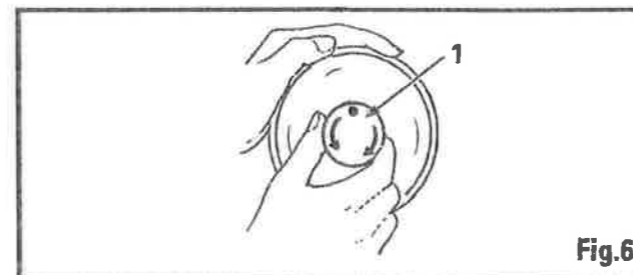

Fig.6.
1. Schalten Sie die Nadelbewegung durch Lösen des Abschaltades (1), Fig. 6 ab. Halten Sie das Handrad mit der linken Hand fest und drehen Sie das Abschaltad mit der rechten Hand zu sich.
1. Stop motion of needle by loosening stop-motion screw (1), Fig.6. Hold hand wheel with left hand and turn stop-motion screw toward you with right hand.
- 1- Empêcher tout mouvement de l'aiguille en desserrant la vis de l'embrayage (1) voir fig.6.
1. Detenga el movimiento de la aguja al aflojar el tornillo de paro (1), Fig. 6. Detenga el volante con la mano izquierda y gire el tornillo de paro hacia usted con la mano derecha.
1. Fermare il movimento dell'ago allentando la vite bloccamovimento (1), Fig. 6. Tenere il volantino con la mano sinistra e girare la vite bloccamovimento verso di voi con la mano destra.
1. Pare o movimento da agulha, desapertando o parafuso de stop-movimento (1), Fig. 6. Segure o volante manual com a mão esquerda e rode o parafuso de stop-movimento na sua direção com a mão direita.